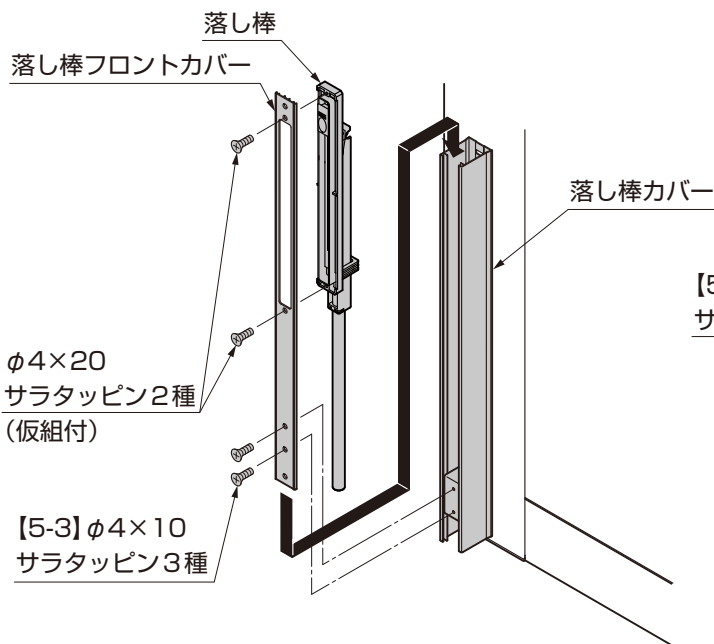
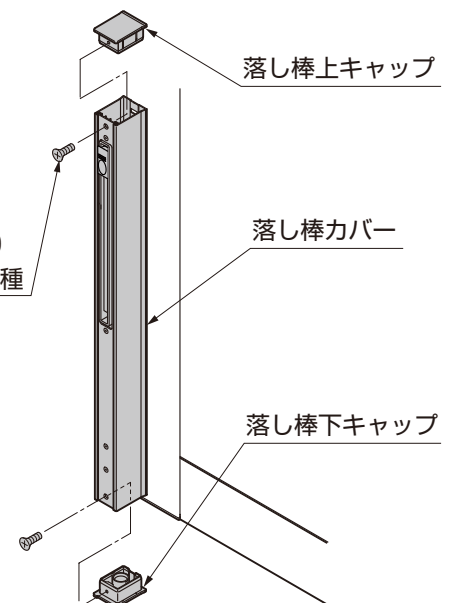

図8-3
図8-4
- ③仮組付けしてある落し棒と落し棒フロントカバーを落し棒カバーに上から差込んで、落し棒ガイドに【6-3】で取付けてください。(図8-3参照)
- ④落し棒と落し棒フロントカバーを仮組付けしているネジを締込んでください。
- ⑤落し棒カバーに落し棒上キャップと落し棒下キャップをそれぞれ【5-4】で取付けてください。(図8-4参照)